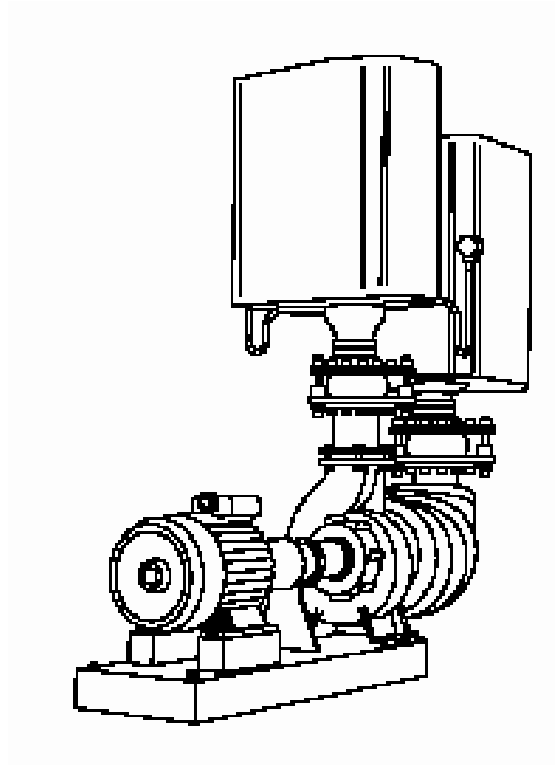

Figura 30
- Para bombas (ver figura 30):